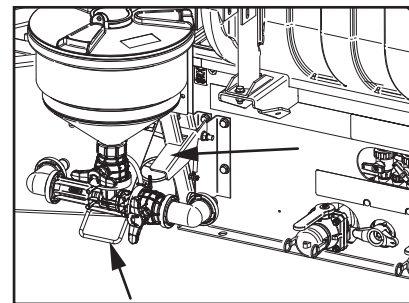

Figure 35
- Saisir la poignée et appuyer sur le levier situé en arrière pour le déverrouiller. **(figure 35)**